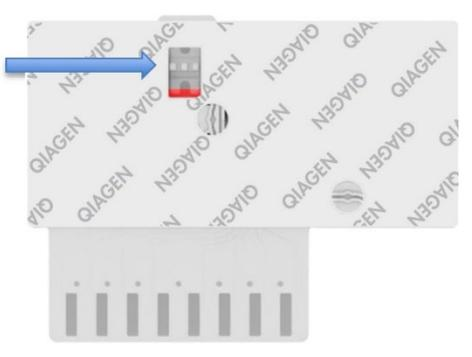

Abbildung 43. Probenkontrollfenster (blauer Pfeil).
7. Vergewissern Sie sich durch Sichtprüfung des Probenkontrollfensters der QIAstat-Dx Respiratory SARS-CoV-2 Panel Cartridge, dass die Probe geladen wurde (Abbildung 43).